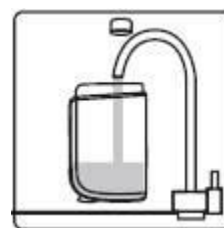

fig.11
2. Desatornille el tapón del depósito y llénelo de agua. (fig.11)